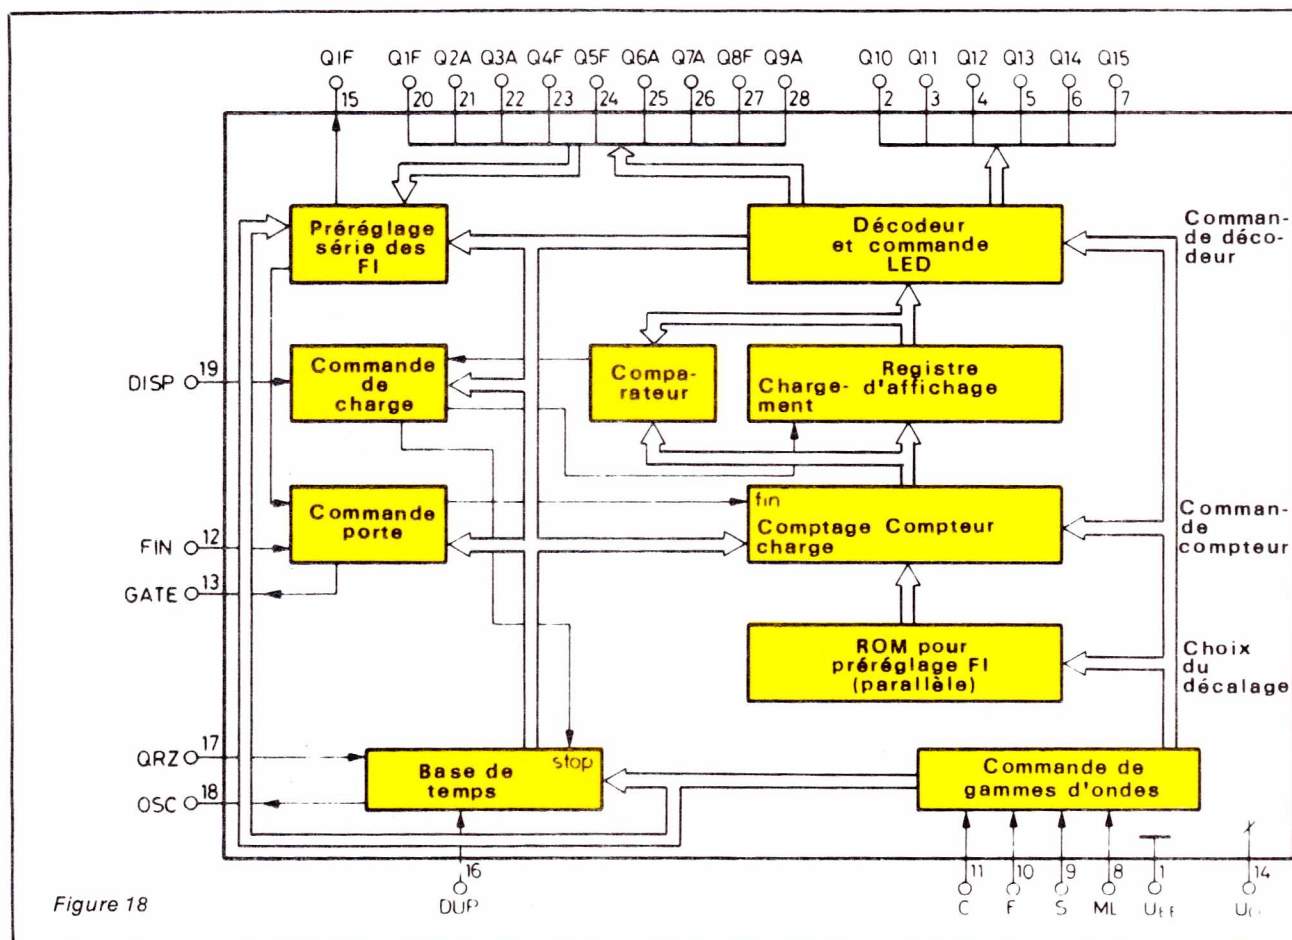

Figure 18
Le schéma synoptique simplifié du circuit est donné à la figure 18. Les caractéristiques principales du circuit sont:
• Les différentes fonctions de ce circuit fréquencemètre sont expliquées à l'aide du schéma synoptique de la figure 18. Le signal issu de l'oscillateur local, après avoir été divisé par 32 via le prédiviseur, sera transmis à l'entrée F_{IN} — broche 12 —. Le comp-